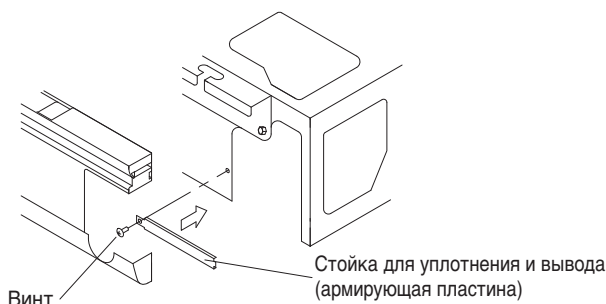

Рис. 30
- После прокладки дренажного трубопровода используйте остатки уплотнительного материала и армирования, удаленные как было указано в разделе "6. РАБОТЫ С ТРУБОПРОВОДОМ ДЛЯ ХЛАДАГЕНТА". Остатки уплотнительного материала и армирование можно не использовать с правой стороны (армирующей плиты). (См. рис. 30)